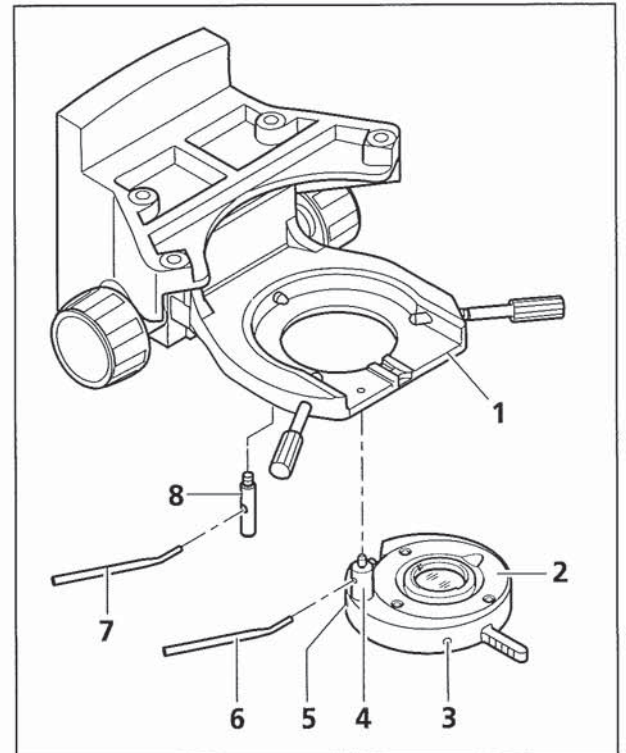

Bild 3-27 Übersichtseinrichtung montieren
- Übersichtseinrichtung (Bild 3-27/2) parallel zur Unterseite des Kondensorträgers (Bild 3-27/1) halten und Haltebolzen (Bild 3-27/4) der Übersichtseinrichtung mit abgewinkeltem Justierhebel (Bild 3-27/6) in vordere Gewindebohrung links unterhalb des Kondensorträgers bis zum Anschlag einschrauben.
- Rastbolzen (Bild 3-27/8) mit Justierhebel (Bild 3-27/7) bis zum Anschlag in hintere Gewindebohrung des Kondensorträgers einschrauben.
- Mit zwei Sechskant-Schraubendrehern (SW 1,5) die beiden Justierschrauben (Bild 3-27/3 und 5) verstellen, bis das Sehfeld optimal ausgeleuchtet ist.